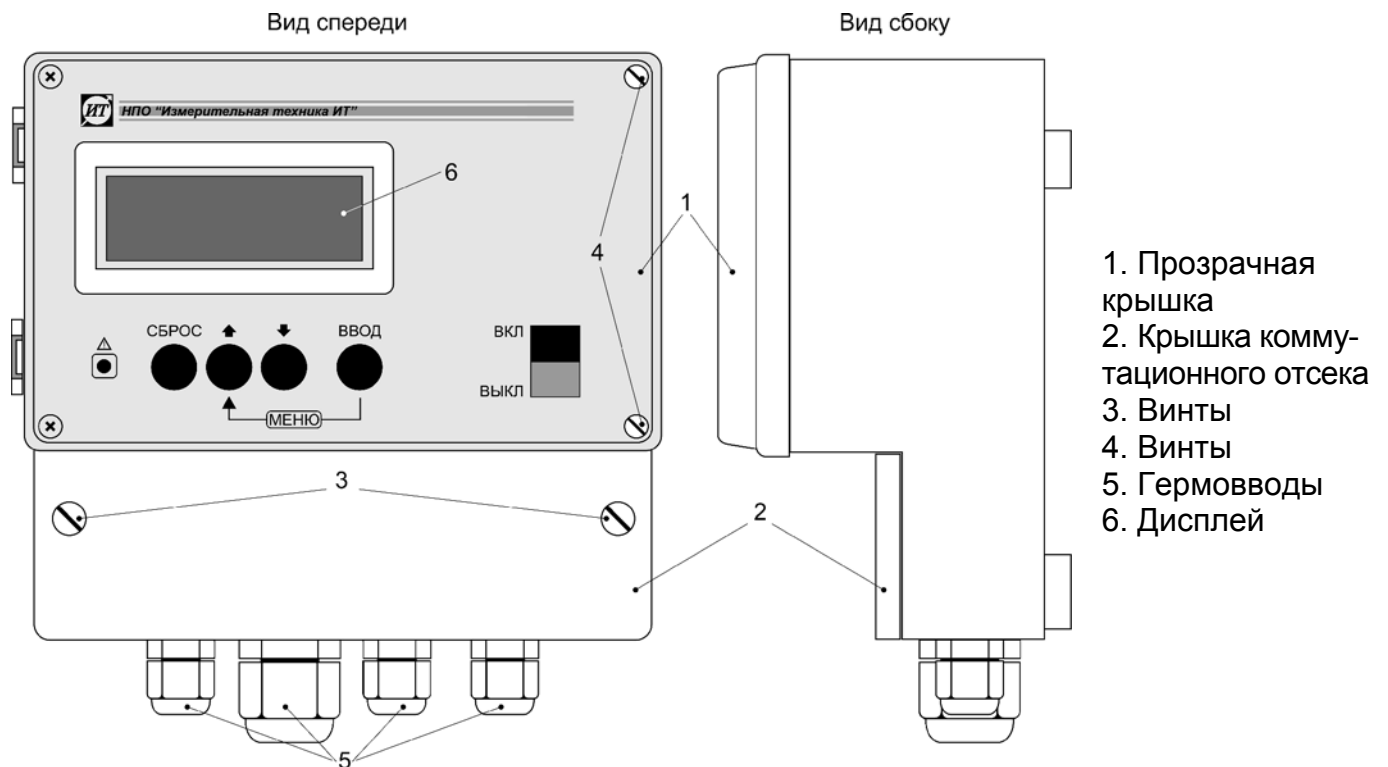

Рисунок 2 - Блок индикации и управления
2.1.2.4 Отвинтить винты (3) и открыть крышку (1) блока индикации и управления (рисунок 2).
Для включения кондуктометра следует открыть прозрачную защитную крышку блока индикации и управления. Для этого необходимо отвернуть два винта (4 рисунок 2)¹. Переключить клавишу «ВКЛ/ВЫКЛ» в положение «ВКЛ». При этом на дисплее кратковременно высветится информация о номере прибора в сети (для работы с компьютером) и протокол связи RS 485. Затем прибор переходит в режим измерения в соответствии с теми установками, которые были произведены ранее.